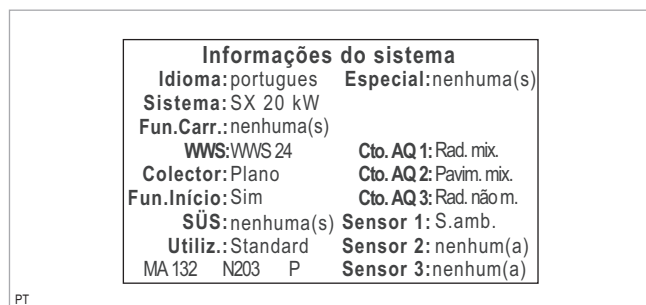

Fig. 29: O menu "Informações do sistema"
1. No menu „**INFORMAÇÕES DO SISTEMA**“ (ver → fig. 29, pág. 14), introduzir os parâmetros de ajuste no protocolo de → *inicialização do manual de instruções para o instalador (H36/L35/L36/P31/P33)*.
Numa lista são apresentados todos os componentes da instalação inicializados (ver → fig. 29, pág. 14).